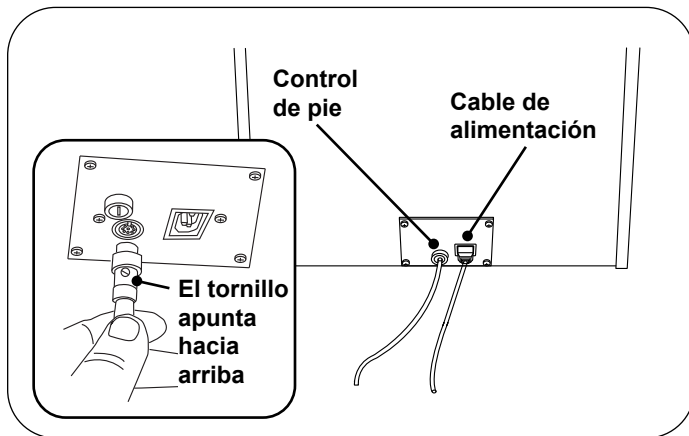

Figura 26. Conexiones del cable de alimentación y el control de pie
2. Inserte el extremo hembra del enchufe del cable de alimentación en el tomacorriente de la mesa (Figura 26). Asegúrese de que el enchufe esté completamente insertado.
1. Inserte el enchufe macho del cable del control de pie en el tomacorriente de la mesa (Figura 26). Asegúrese de que los pasadores estén correctamente orientados y el enchufe esté completamente insertado.